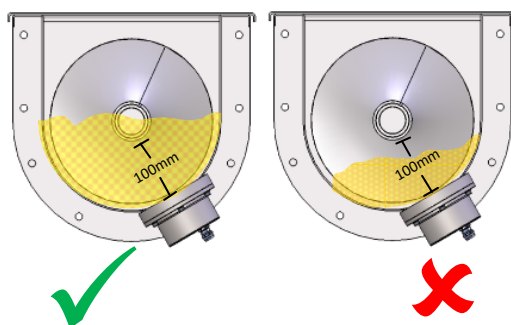

Ilustración 7: Nivel del material del transportador helicoidal
- Mantener un nivel de llenado de material estable, asegurándose de que la profundidad del material delante del disco cerámico del sensor se mantiene por encima de 100 mm en todo momento (véase la Ilustración 7).